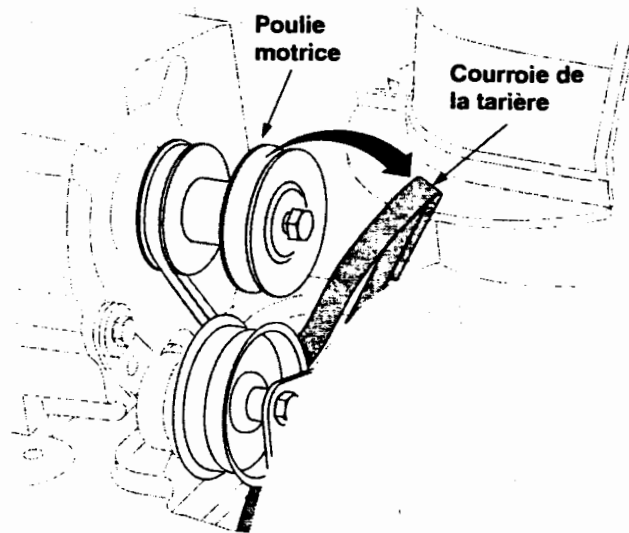

Figure 24
- Dégagez la courroie de la tarière de la poulie, comme à la Figure 24 .
- Basculez la souffleuse vers l'avant pour la faire reposer sur l'habitacle. Enlevez les deux vis auto-taraudeuses du couvre-châssis sous la souffleuse et écartez celui-ci. Voir la Figure 24 .
- Basculez la souffleuse vers l'avant pour la faire reposer sur l'habitacle. Enlevez les deux vis auto-taraudeuses du couvre-châssis sous la souffleuse et écarter-le. Voir la Figure 24